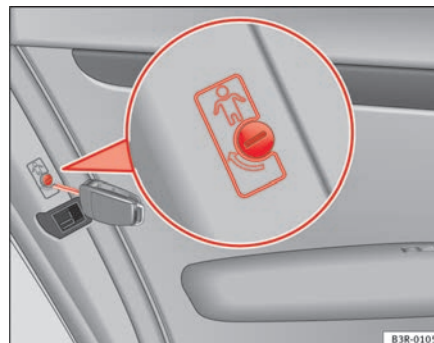

Abb. 75 Kindersicherung der hinteren Türen
- Drehen Sie den Schlüssel in Pfeilrichtung ⇒ Abb. 75.